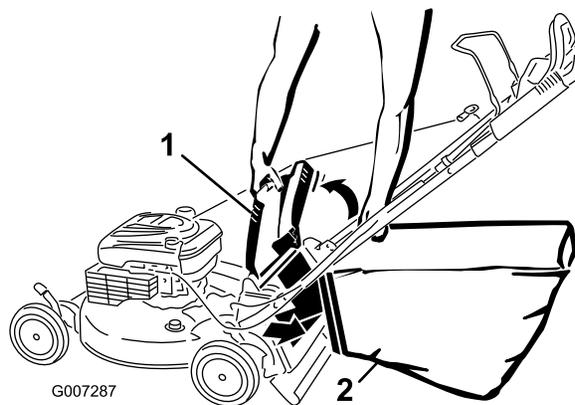

Рисунок 22
4. Навесьте верхний передний край мешка и закрепите его в пазах (Рисунок 22).